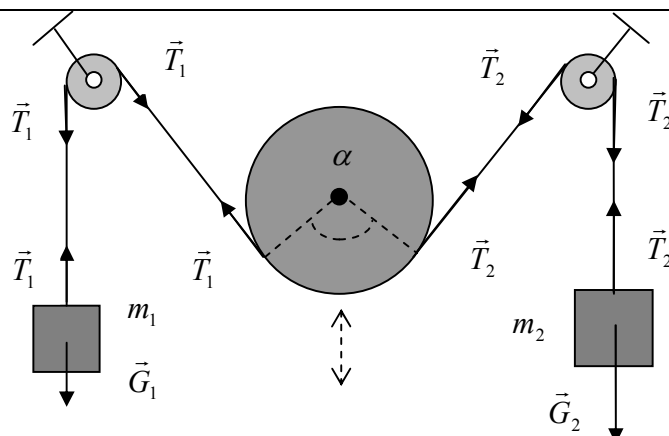

Fig. 2
2) Pentru diferite valori ale unghiului α , se notează valorile maselor m_1 și respectiv m_2 , care asigură deplasarea uniformă a firului peste disc (fig. 2), astfel încât: